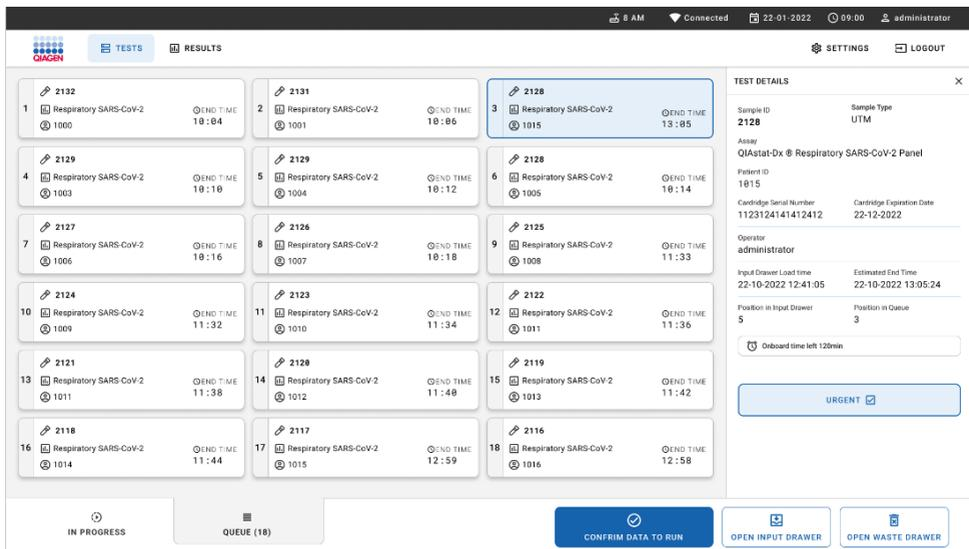

Abbildung 63. Bildschirm „Probenwarteschlange“ mit zusätzlichen Angaben zum ausgewählten Assay.
Wenn Sie auf dem Touchscreen einen Test auswählen, erscheinen zusätzliche Angaben im Bildschirmbereich „View Details“ (Details anzeigen) (Abbildung 63).
14. Drücken Sie die Schaltfläche **Confirm data to run** (Daten für Lauf bestätigen) unten im Bildschirm, wenn alle angezeigten Daten korrekt sind (Abbildung 63). Danach ist eine weitere Bestätigung durch den Bediener erforderlich, um die Tests auszuführen (Abbildung 65).